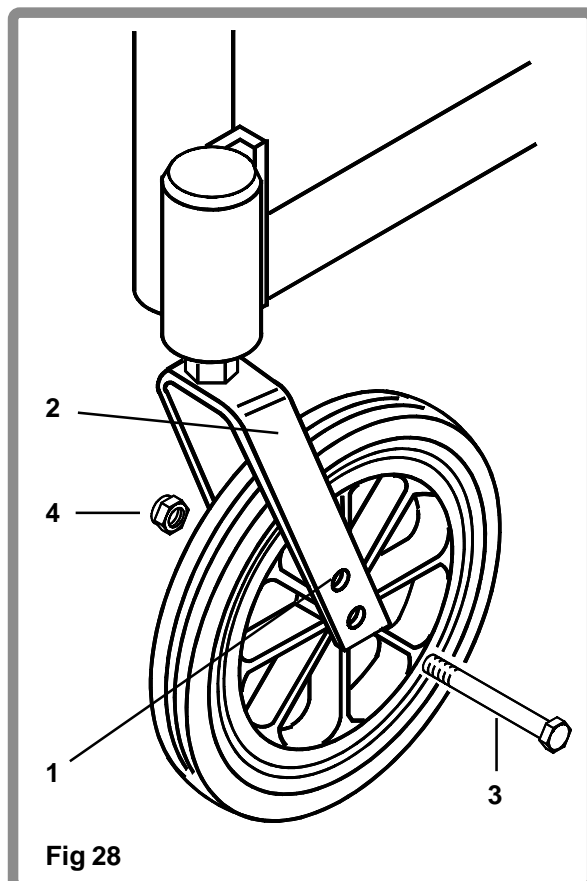

Fig 28
Pour régler la hauteur de l'avant du siège (Fig. 28), utiliser le trou d'axe supérieur (1) de la fourche (2). Retirer le boulon de retenue de l'axe (3) et l'écrou (4), l'axe et la roue. Replacer dans le trou supérieur et serrer l'écrou de retenue de l'axe avec une clef plate de 13 mm. Serrer jusqu'à 27Nm.